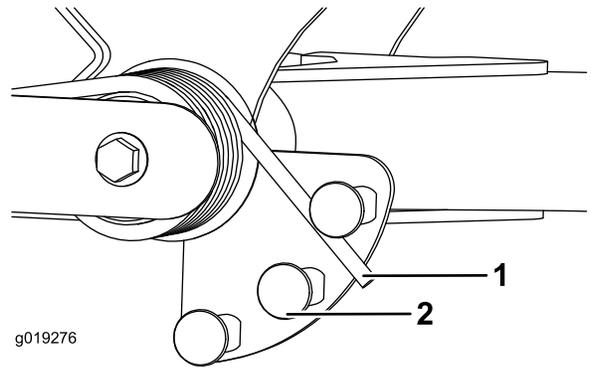

图34
- 将一个管子或类似物体插入长弹簧一端，并将其围绕弹簧传动器旋转至所需位置（图34）。